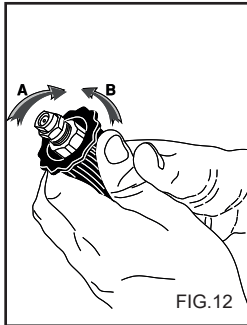

FIG.12
**ANVENDELSE AF DET REGULERBARE HOVED (fig. 12) (Valgfrit tilbehør).**